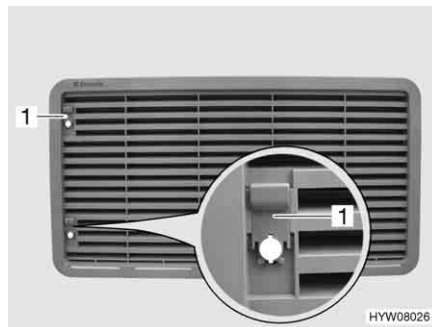

Fig. 138 Griglia di aerazione del frigorifero (con cursore)
- Spingere il cursore (Fig. 138,1) verso l'alto.